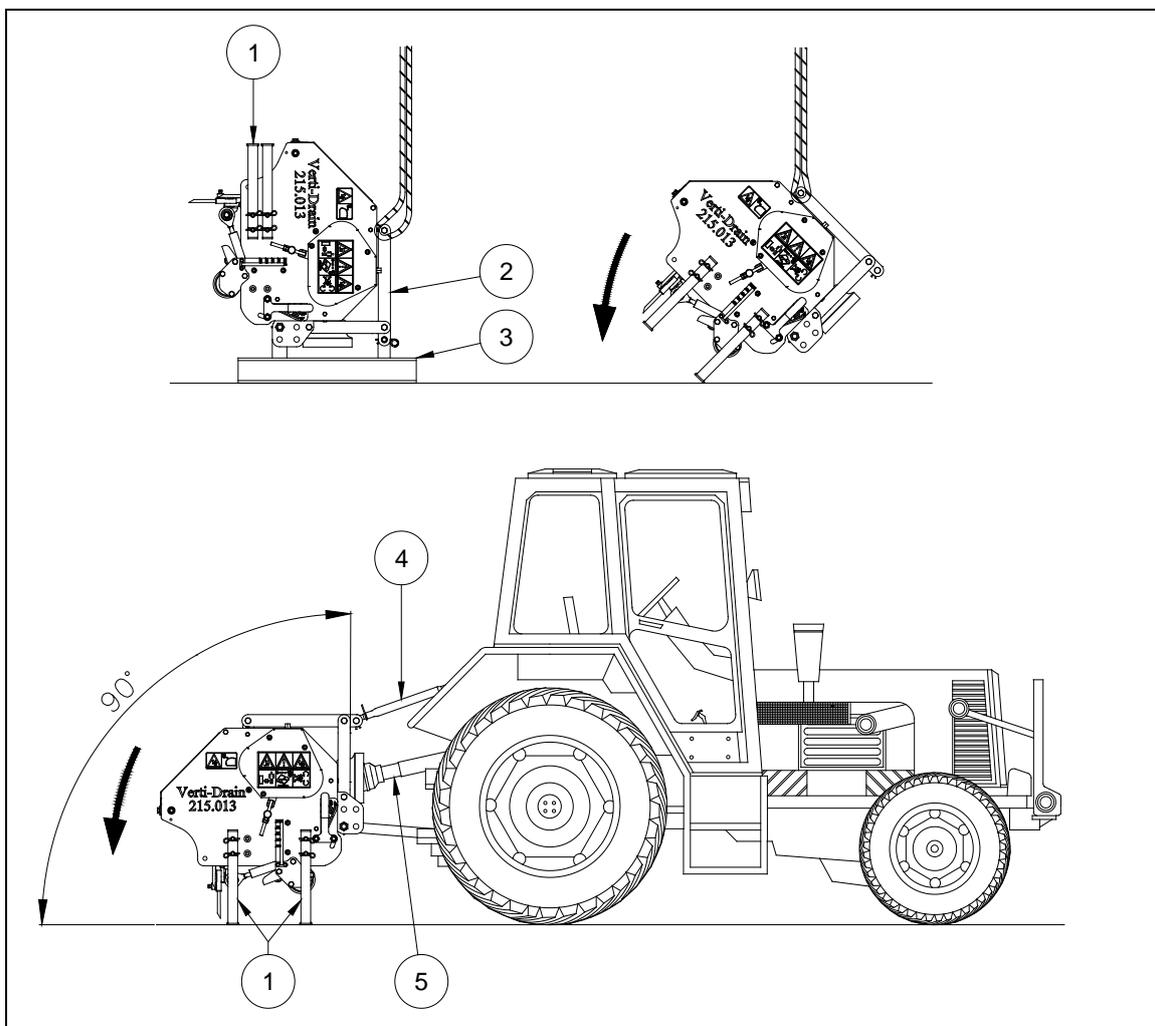
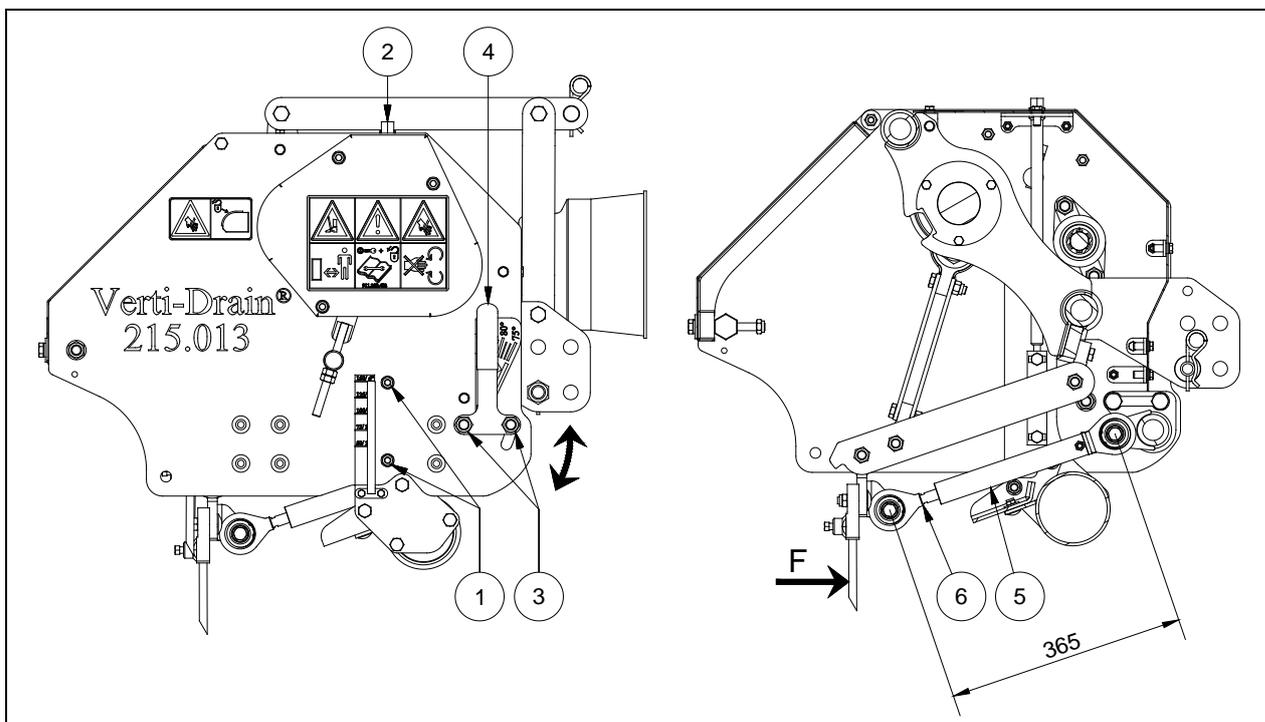

Fig. 8
Fig. 10
La macchina si trova in posizione verticale sul pallet. Per togliere il pallet e mettere la macchina sul terreno in posizione orizzontale, compiere le seguenti operazioni (si veda fig.8):
La profondità di lavoro può essere regolata quando la macchina è sollevata (dall'inizio dei lavori) o durante la lavorazione del terreno quando la macchina è in funzione. Per regolare la profondità di lavoro (si veda fig.10):
Tutte le spine possono essere regolate contemporaneamente per aumentare o ridurre l'angolo di movimento. Per regolare l'angolo di movimento (si veda fig.10):
☞ A 90 gradi, le spine entrano nel terreno solo orizzontalmente a condizione che la macchina sia stata installata correttamente, si veda la fig. 8. Se l'installazione non è corretta, si crea una forza F, si veda la fig. 10, che danneggia la macchina.
-  Se la Verti-Drain® non è stata montata correttamente dietro al trattore, si veda la fig. 8, i diversi angoli della presa di forza possono provocare delle vibrazioni nella linea di trasmissione della macchina. Le vibrazioni possono danneggiare la macchina e i fori nel terreno.